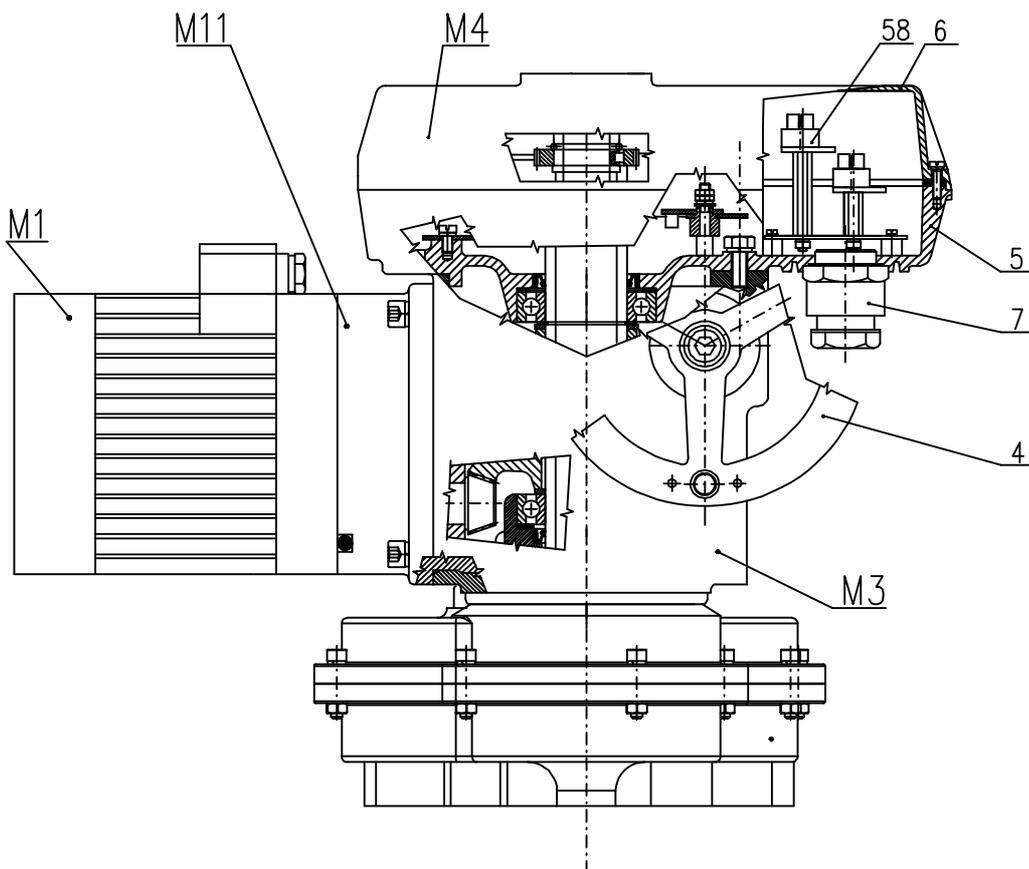
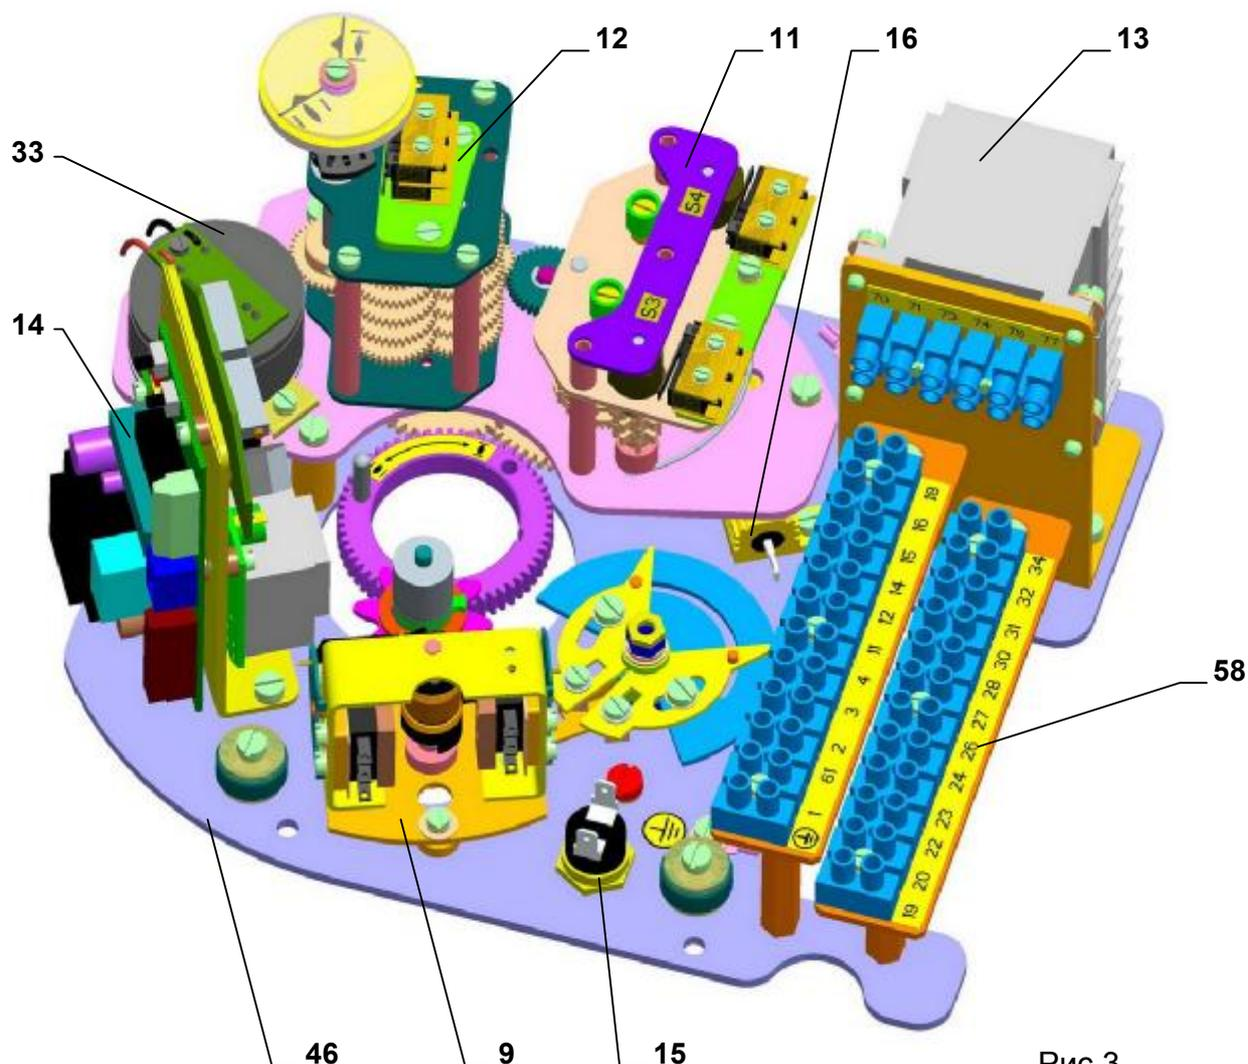

Рис. 1
Рис.3
ЭП МО многооборотные состоят из следующих модулей (рис.1-МО 3-А, рис.1а-МО 4-А):
Рис.1а
**Модуль М4 – коробка управления (Рис. 1)**, помещен в верхней части ЭП и создает самостоятельное функциональное целое. Верхнюю часть образует кожух коробки управления. Нижняя часть коробки управления включает шкаф силовой передачи и создает несущую часть передачи управляющей плиты (Рис.3).
- блок положения (11)
- блок сигнализации с передаточным звеном (12)
- блок моментного выключения (9)
- блок датчика (33) (для спецификации ЭП)
- нагревательное сопротивление (16) с термическим выключателем (15)
- реверсивные контакторы (13) (для спецификации ЭП)
- электрическое включение через клеммные колодки (58), расположенное в коробке управления и кабельных вводов (7)(рис.1).